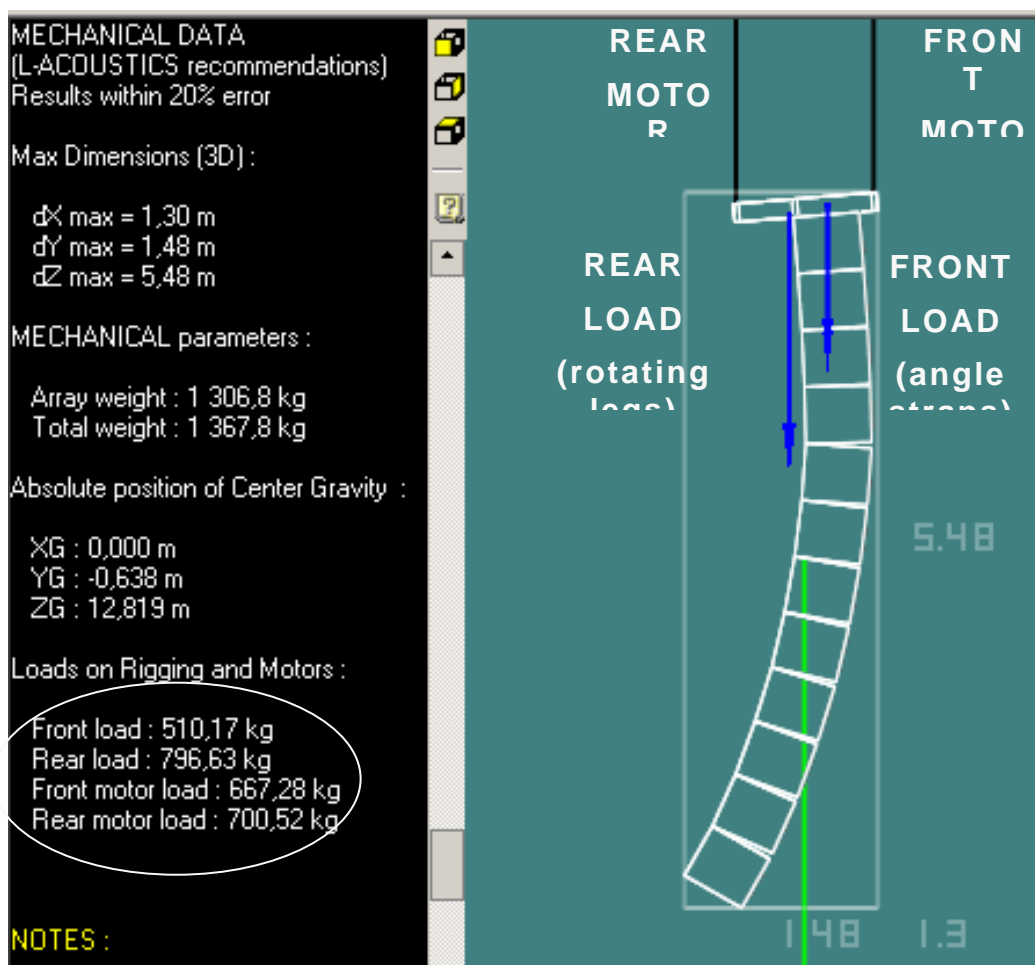

図 92: SOUNDVISION メカニカルデータ
- ARRAY2004 又は SOUNDVISION を使用して、アレイをリギングするための設置データ(最下エンクロージャーの仰角、エンクロージャー間の角度、最上と最下エンクロージャーのサイトアングル)をすべて計算しておきます。そして安全にリギングされることを確実にするために、メカニカルデータをチェックします(図 92 ~ 94 参照)。